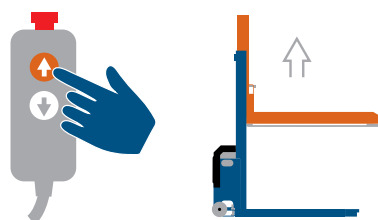

Bild 20 Tryck på manöverdonets knapp för att höja lastbäraren.
6. Tryck på manöverdonets knapp för att höja lastbäraren. Släpp knappen när lastbäraren är på högsta höjd eller efter ca. 10 sekunder om lastbäraren inte höjs. Om lastbäraren inte höjs roterar hydraulpumpen troligen åt fel håll, skifta då el-anslutningens faser (se bild 20) och gör sedan ett nytt försök att höja lastbäraren.